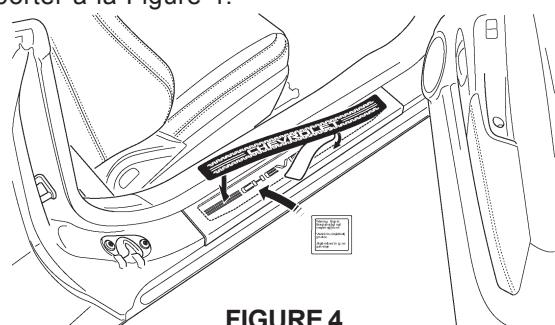

FIGURE 4
- Centrer la décalcomanie de bas de porte dans la partie encastrée et frotter à l'aide d'un chiffon propre. Se reporter à la Figure 4.